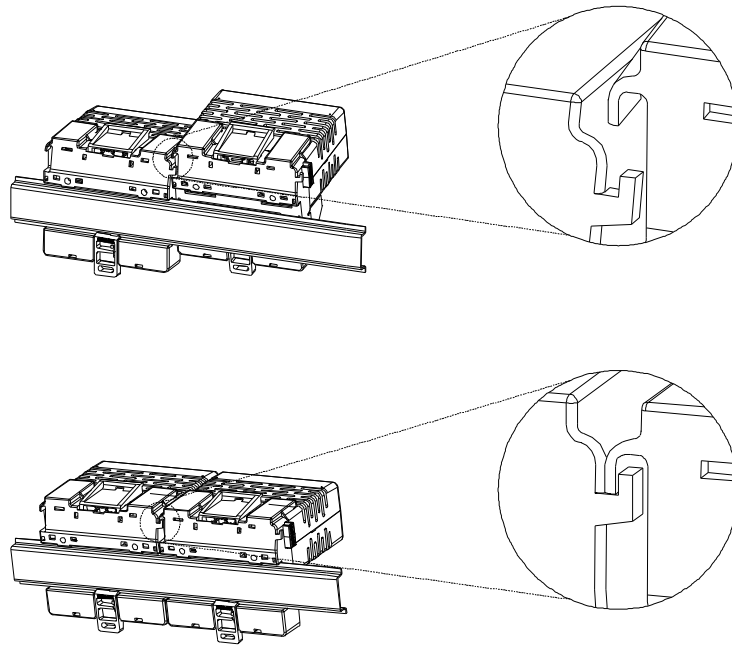

Figura 6-2. Instalação da Base - Engate do Gancho
4. Depois, engate o gancho existente no lado esquerdo da base ao gancho da base ao lado, como mostra a Figura 6-2. Instalação da Base - Engate do Gancho.